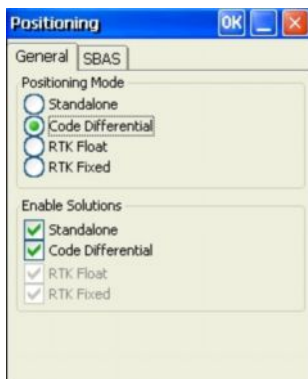

Рис. 3-16. Настройка ровера
12. Для настройки ровера нажмите значок Positioning, задайте следующие параметры и нажмите OK (Рис. 3-16 на стр. 3-17).